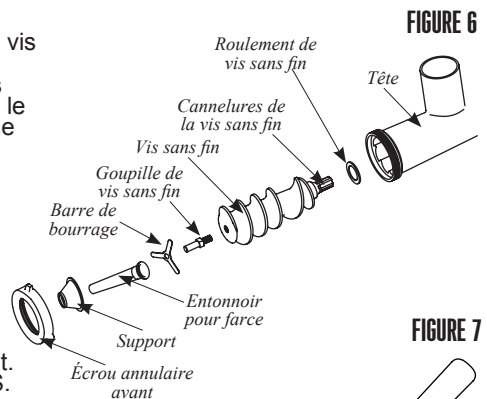

FIGURE 6
3. Insérer la vis sans fin, avec le roulement de la vis sans fin fixé sur la tête (**FIGURE 6**). Aligner les cannelures de la vis sans fin à l'arbre d'entraînement du hachoir.